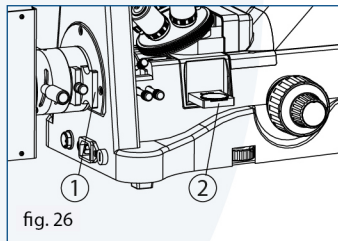

fig. 26
(Fig. 26) El kit de polarización simple incluye el polarizador (1) y el analizador giratorio de 360° (2) según 6.8 y 6.9 (Cuando utilice el polarizador, retire el filtro de color)
1. Monte el polarizador y el analizador giratorio de 360° (2) según 6.8 y 6.9 (Cuando utilice el polarizador, retire el filtro de color)